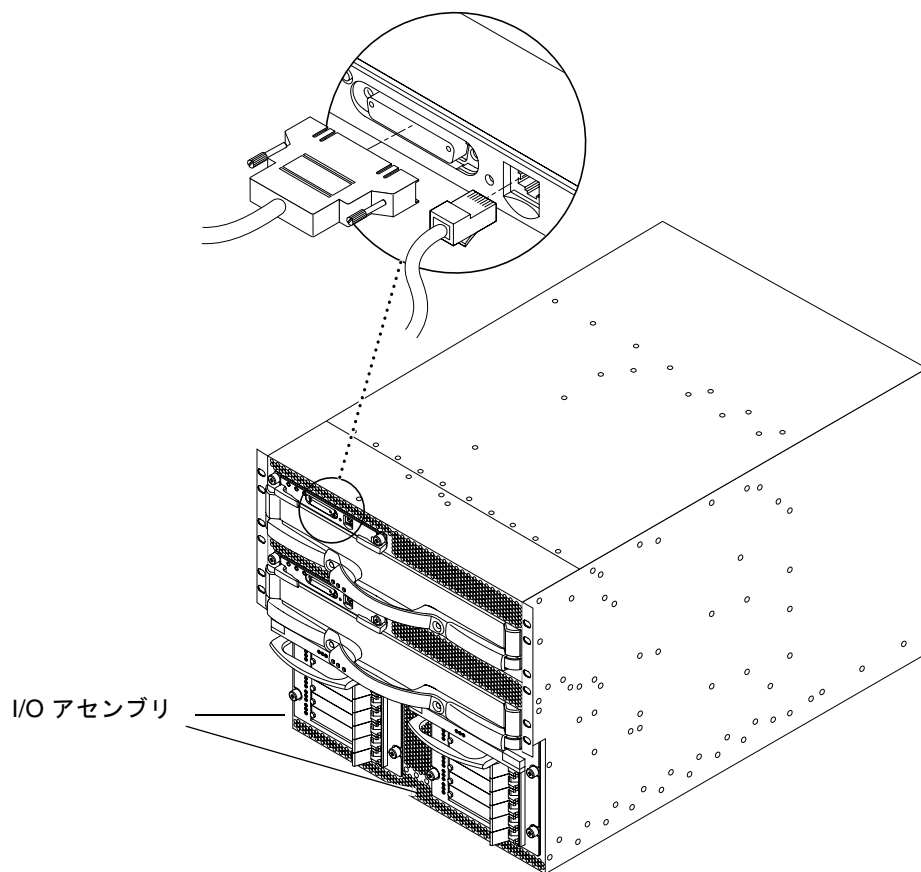

図 5-2 Sun Fire 3800 システムのシステムコントローラ、I/O アセンブリの位置
I/O アセンブリによって、ドメインに対しネットワークインタフェースおよび周辺装置へのアクセスが提供されます (図 5-2)。
1. シリアルケーブル (TTYa またはヌルモデム) の一方の端を、主システムコントローラボードのシリアルポートに接続します (図 5-2)。
1. シールド付きカテゴリ 5 の Ethernet ケーブルの一方の端を、主システムコントローラボードの RJ-45 Ethernet ポートに接続します (図 5-2)。